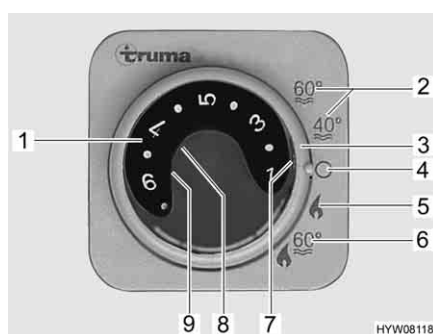

Fig. 75 Centralina di controllo per riscaldamento/boiler
- Impostare la modalità di funzionamento tramite l'interruttore girevole (Fig. 75,3).
A seconda della temperatura ambiente desiderata, il riscaldamento seleziona automaticamente il livello del bruciatore necessario. Al raggiungimento della temperatura ambiente desiderata, il bruciatore si spegne. Durante la modalità di funzionamento "Riscaldamento e boiler" (Fig. 75,6) è riscaldata anche l'acqua nel boiler. Nella modalità di funzionamento "Riscaldamento senza boiler" (Fig. 75,5) è possibile far funzionare il riscaldamento con il boiler vuoto.
- Impostare la manopola della temperatura (Fig. 75,1) sulla centralina di controllo scegliendo la potenza desiderata.
- Posizionare l'interruttore girevole (Fig. 75,3) su funzionamento invernale "Riscaldamento senza boiler" (Fig. 75,5) o "Riscaldamento e boiler" (Fig. 75,6).
Si accende la spia verde di controllo (Fig. 75,7).
- Posizionare l'interruttore girevole (Fig. 75,3) su "O" (Fig. 75,4).